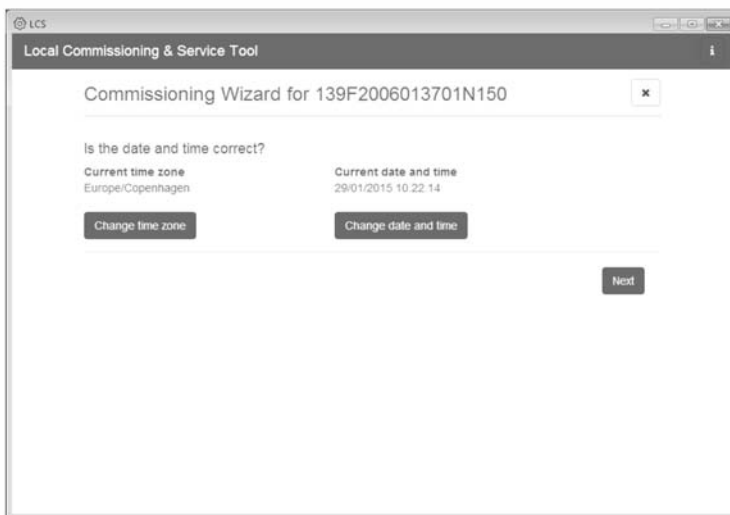

Figura 5.3 LCS-Tool - Verificare data e ora
4. Verificare che la data e l'ora siano corrette. In caso contrario, impostare data e ora e continuare. V. figura 5.3.